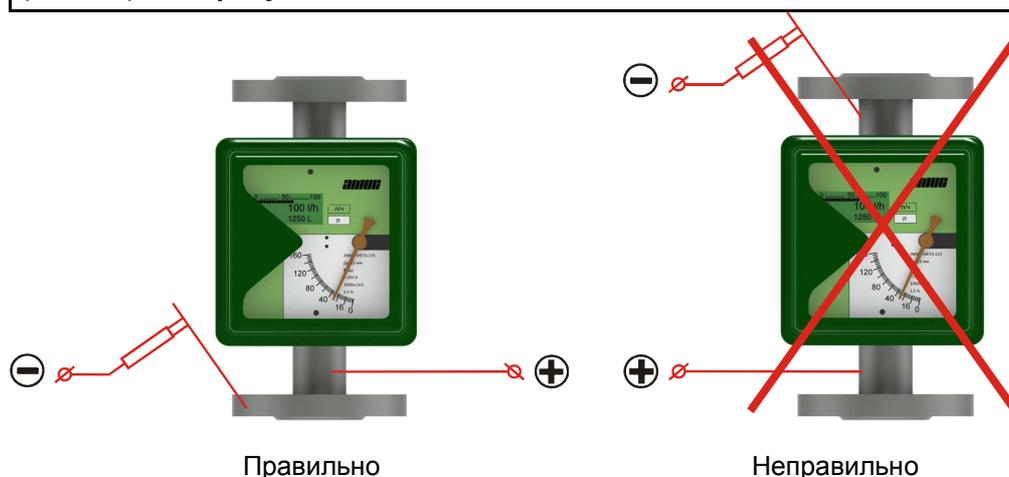

Рисунок 2.5 – Подключение источника тока при электродуговой сварке с использованием ротаметра
- при монтаже с использованием электродуговой сварки источник тока подсоединяется таким образом, чтобы сварочный ток не протекал через ротаметр – см. **рисунок 2.5**.